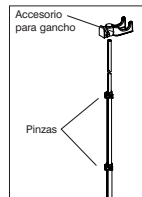

Figura 3
2. Extienda totalmente la barra plegable. Abra las 3 abrazaderas de la barra y tire hacia arriba (Figura 3). Cierre las abrazaderas y asegúrese de que la barra se encuentre trabada de forma segura en el lugar.
3. Cuelgue el accesorio para gancho. Alinee las pestañas en el accesorio para gancho con las ranuras sobre la barra y presione hacia abajo (Figura 3).
2. Destrahe las abrazaderas de la barra (Figura 3), pliegue la barra y vuelva a trabar las abrazaderas.